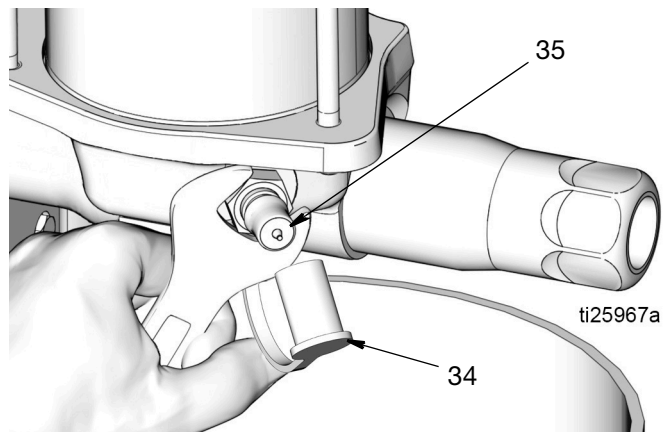

FIG. 12
7. Retire el tapón de llenado (34). Utilice una llave para aflojar y retirar con cuidado el espárrago de llenado (35) (Fig. 12).